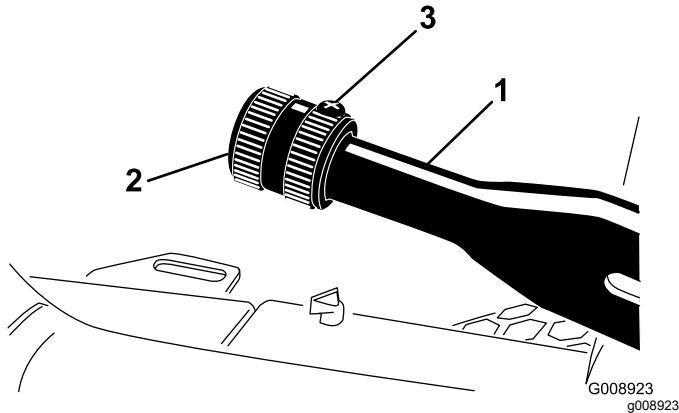

Figure 73
2. Desserrez la vis de fixation du pommeau sur le levier du frein de stationnement (Figure 73).